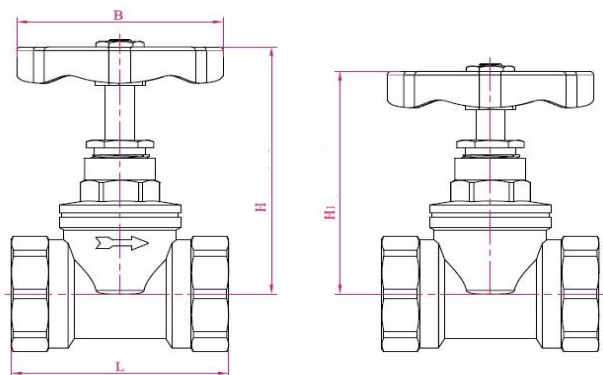

Рис.1
- 2.1. Основные технические данные и характеристики клапанов указаны в таблице и на Рис.1.